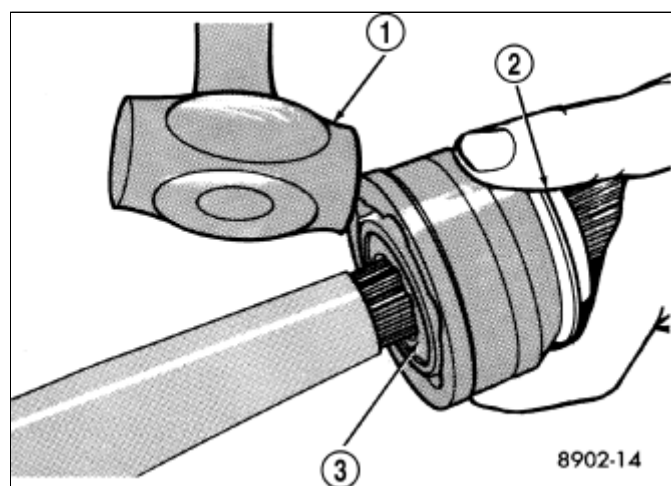

图 2 从互连轴拆卸外部CV万向节
4. 使用如下步骤，从互连轴上拆下外CV万向节：在台钳上支撑中间轴，台钳夹爪上应装备有保护盖，防止中间轴受损。然后，使用软面锤（1）（图 2），急促地敲击万向接头外壳的端部，从互连轴上的内卡簧（3）撬下外壳。然后，将外CV万向节滑离互连轴的端部，接头可能必须用软面锤敲离轴。